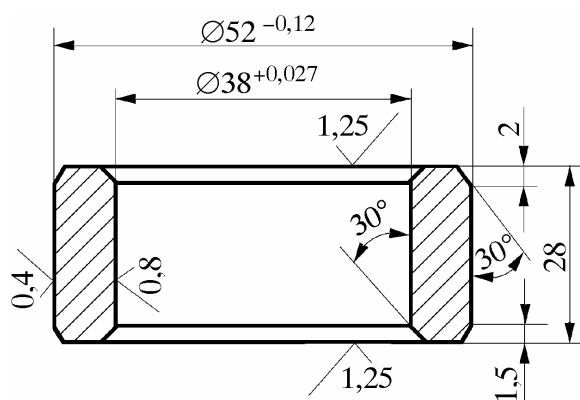

Рис. 20. Запорное кольцо подшипника полуоси:
**6.13. Изготовить новое запорное кольцо** подшипника полуоси по чертежу № 3102-2403084 ОАО "ГАЗ". Эскиз кольца для справок показан на рис. 20.